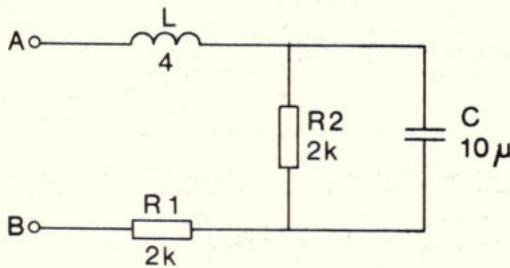

Fig. 7.
4. Bepaal de frequentie waarbij de impedantie Z_{AB} van de schakeling van fig. 7 reëel (zuiver ohms) is.